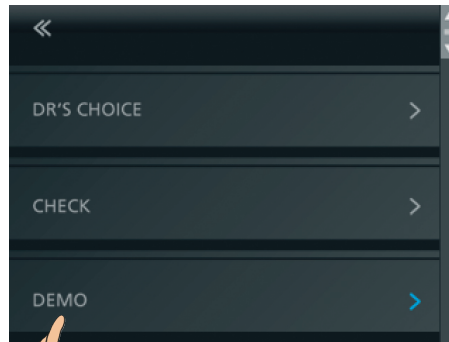

Fig. 36 Selezione DEMO
- Accedere al menu Impostazioni e selezionare la funzione DEMO (Fig. 36).